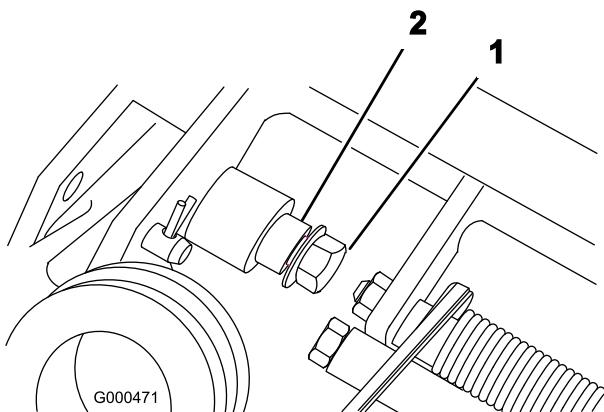

図 8
- 機体左右のボルトとピボット・ピンからフランジ・ロックナットを外す（図 8）。